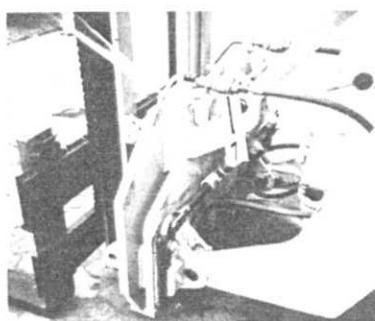

Bild 41
- (3) Mittels Schnellkupplungen (Bild 41/1) die hydraulische Verbindung zwischen Hubstapler und Lader-Bagger herstellen.
- (3) Make the hydraulic connections between loader and high-lift by means of rapid couplings (fig. 41/1).
- (3) A l'aide des raccords rapides (fig. 41/1) réaliser la connexion hydraulique entre le chariot élévateur et la chargeuse.